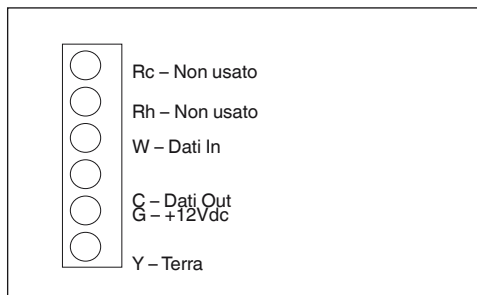

Fig. 3 - Posizionamento dei terminali
8. Assegnare e collegare ogni cavo al terminale corretto della morsetteria (vedi Fig. 3). Fare riferimento allo schema di cablaggio per ulteriori dettagli.